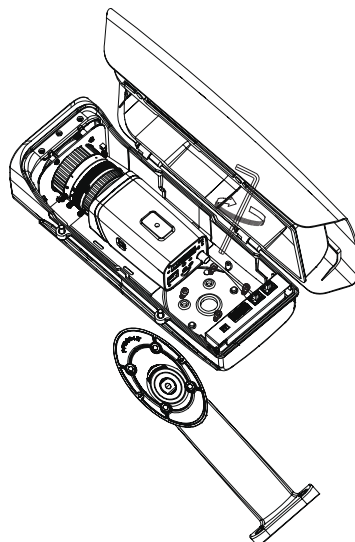

Рисунок 4.4 – Монтаж
6. С помощью ключа S5.0 «Шестигранник» и винтов из комплекта поставки настенного кронштейна закрепите совместимый термокожух к кронштейну (Рисунок 4.4).